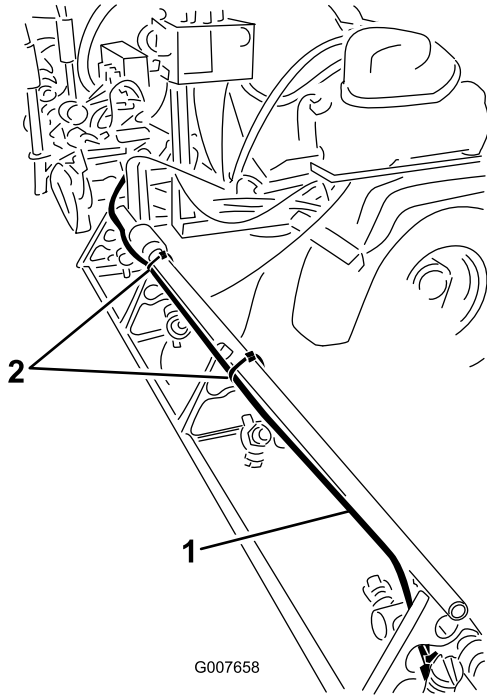

図 14
4. 図 14 に示すように、ブームの上側サポートポールの後ろ側に沿ってチューブアセンブリを配設する。
6. 図 14に示すように、ケーブルタイを使ってチューブアセンブリをブームに固定する。